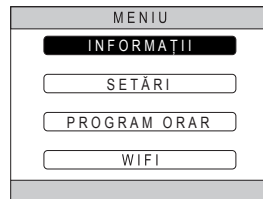

fig. 15
2. Apăsați tasta . Va fi vizualizat meniul „fig. 15”